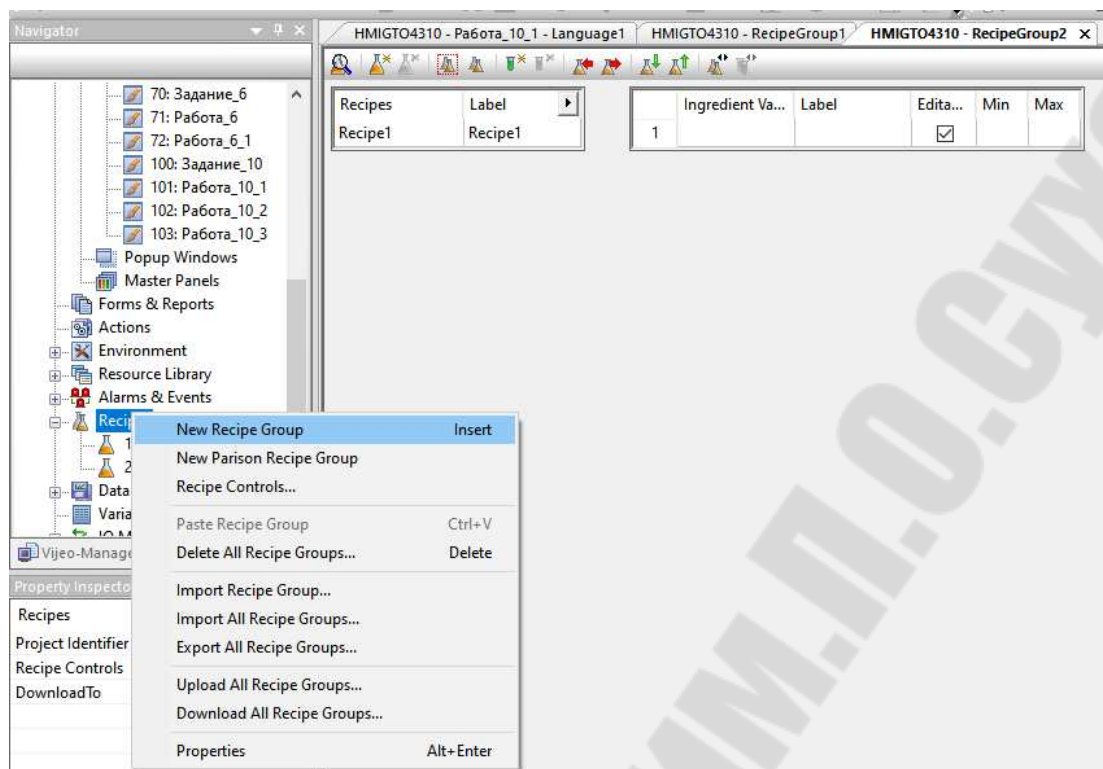
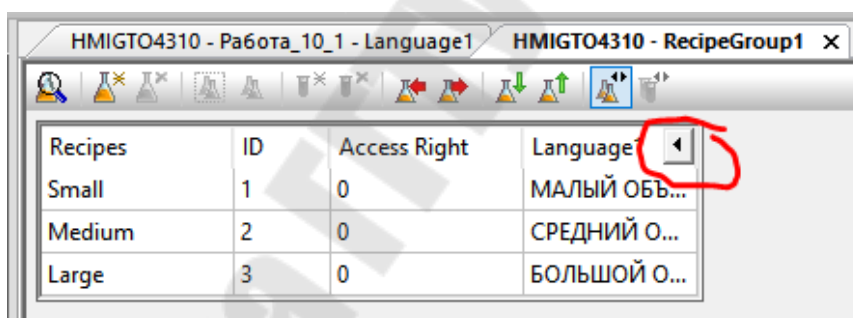

Рис. 17.7. Добавление в проект рецепта
Рис. 17.8. Присвоение имен структурам
8. Создадим **рецепт** (структуру данных). Для этого в дереве проекта правой кнопкой мыши выберем раздел *Recipes* и в меню нажмем *New Recipe Groupe*. В проект будет добавлена новая структура данных – рецепт (рис. 17.7). На основе данного рецепта создадим три структуры параметров «*Small*», «*Medium*» и «*Large*». В графе «*Language*» присвоим структурам символьные имена «МАЛЫЙ ОБЪЕМ», «СРЕДНИЙ ОБЪЕМ», «БОЛЬШОЙ ОБЪЕМ» (рис. 17.8).